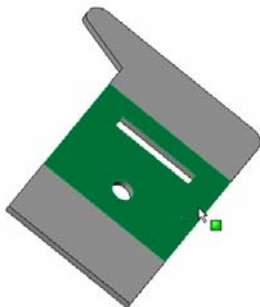

图 9-26 选择基准面
⑫ 选择基准面。单击如图 9-26 所示面，单击“标准视图”工具栏中的“正视于”图标，将该基准面作为绘制图形的基准面。